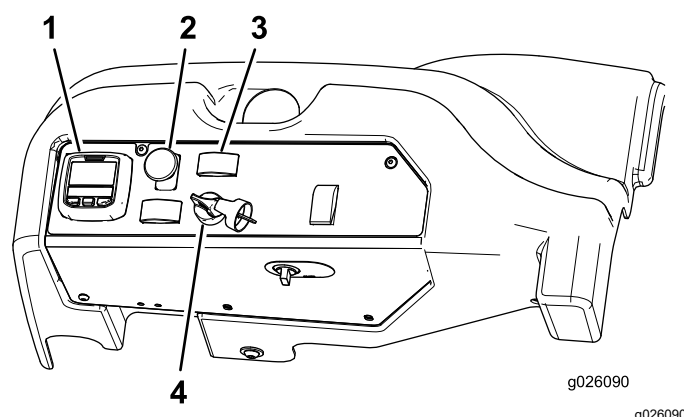

Figura 23
4. Mueva el interruptor de la toma de fuerza (TDF) a la posición de DESENGRANADO (Figura 23).